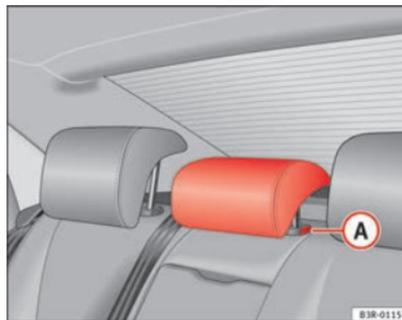

Fig. 113 Lugar central do banco traseiro: Encostos de cabeça
- Prima o botão **(A)** ⇒ Fig. 113 e desça o encosto de cabeça.
- Prima o botão **(A)** ⇒ Fig. 113 e, ao mesmo tempo, retire o encosto de cabeça.